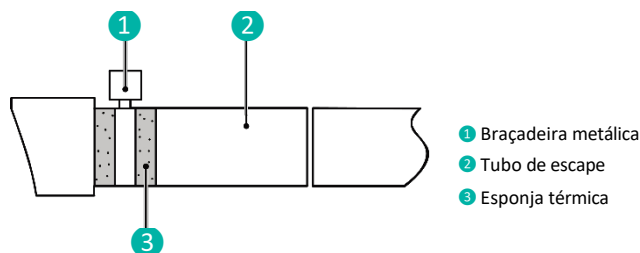

Fig. 4.3.2
- 1 Insira o tubo de escoamento no orifício de escoamento e fixe-o com fitas, conforme ilustrado na Fig. 4.3.2. O modelo com bomba de água é fornecido com um tubo de escoamento, enquanto que para os outros modelos, deve adquirir o tubo de escoamento por conta própria.